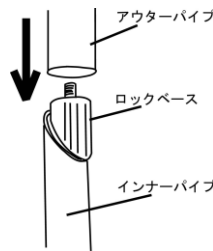
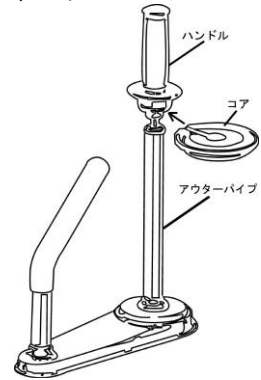

図2
図3
- ②ねじロッドに付いているロックベースとインナーパイプの位置を合わせて、上からアウターパイプを挿入してください（図2参照）。
- ③蝶ねじを時計回転方向に回して、インナーパイプとアウターパイプを固定してください。
- ④ハンドル側のネジ部にコアの溝をはめ込んでください。そして、ハンドルを時計回転方向に回して、アウターパイプにねじ込んでください（図3参照）。